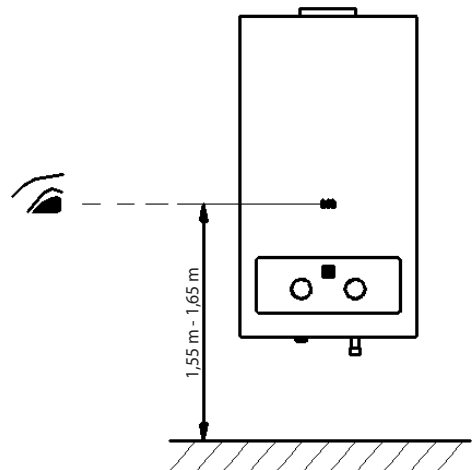

Figura 5.2
• La finestra di controllo di fiamma dello scaldabagno dev'essere all'altezza degli occhi (circa 1,55 m - 1,65 m dal pavimento) per agevolare il controllo della fiamma ed evitare possibili incidenti (Figura 5.2).